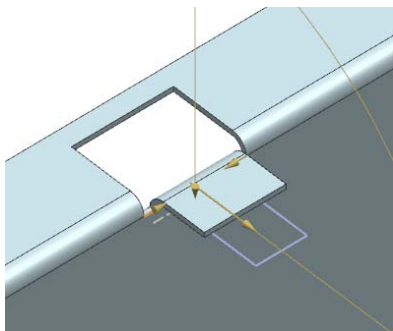

图 7-106 选择弯边
- (2) 选择弯边，同时在视图区预览显示所创建的弯边，如图 7-106 所示。